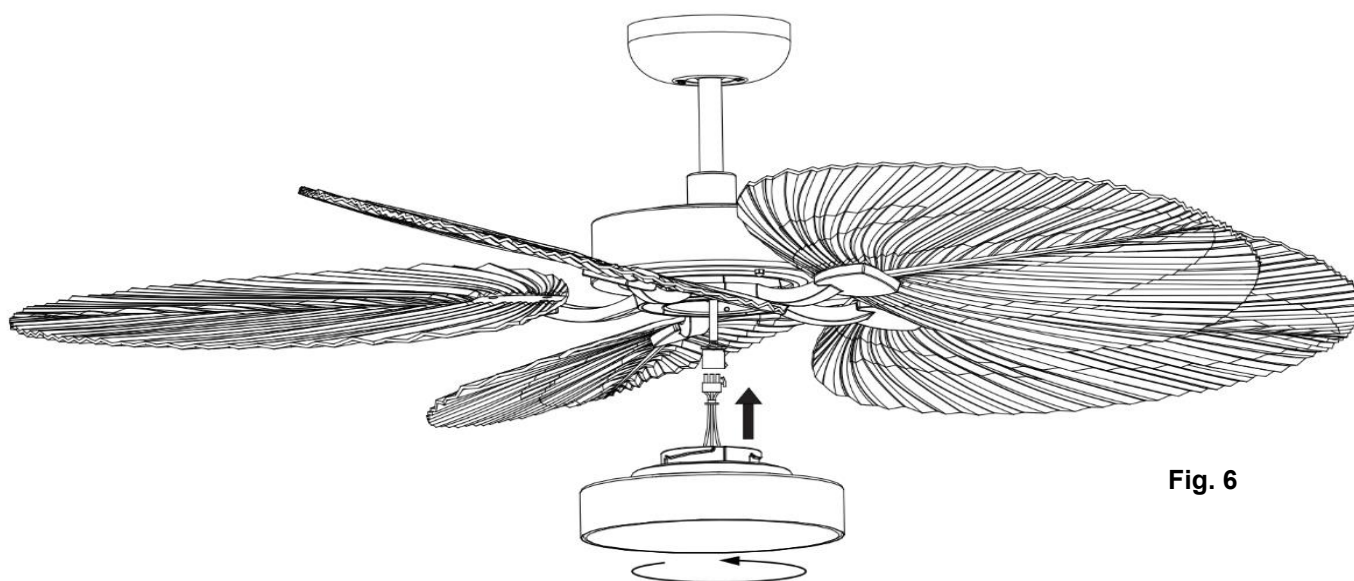

Fig. 6
**INSTALLATION DU KIT D'ÉCLAIRAGE (Fig. 6)**